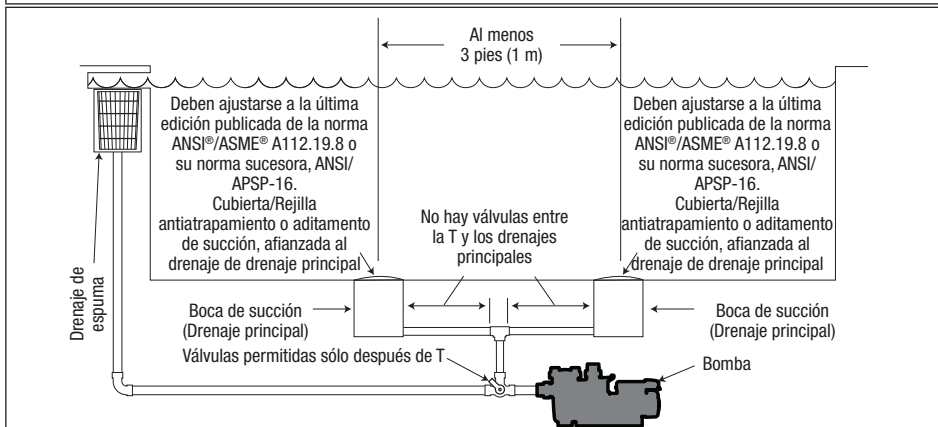

Figura 1. Tuberías de succión adecuadas para la bomba*
Cantidad de salidas de succión por bomba - Proporcione al menos dos (2) salidas de succión balanceadas hidráulicamente, con cubiertas, como salidas de succión para cada línea de succión de la bomba de circulación. Los centros de las salidas de succión (drenaje) de cualquier una (1) línea de succión deben estar a al menos tres (3) pies de distancia de centro a centro. Consulte la *Figura 1*.
El sistema **debe** construirse para incluir al menos dos (2) salidas (drenajes) de succión conectadas a la bomba siempre que la bomba esté en funcionamiento. Sin embargo, si dos (2) salidas de succión van a una única línea de succión, la única línea de succión puede estar equipada con una válvula que apague ambas salidas de succión desde la bomba. El sistema se construirá de tal modo que no permita el cierre o el aislamiento separado independiente de cada drenaje. Consulte la *Figura 1*.